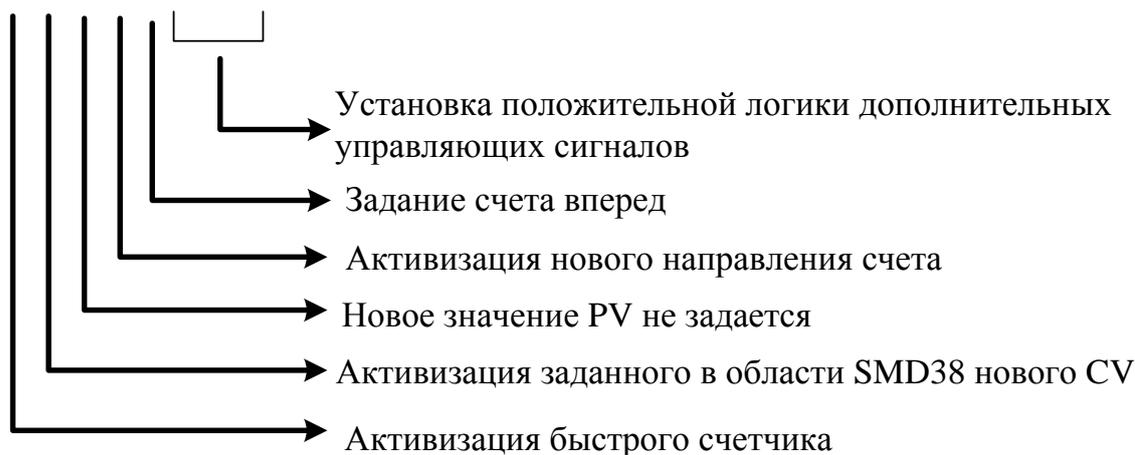

Рис. 4-9. Управляющий байт для счета вперед в режиме 0 (1 и 2)
- в область SMB37 - управляющий байт  $11111000_2$  (рис. 4-9);
- в область SMD38 – начальное значение CV (100);